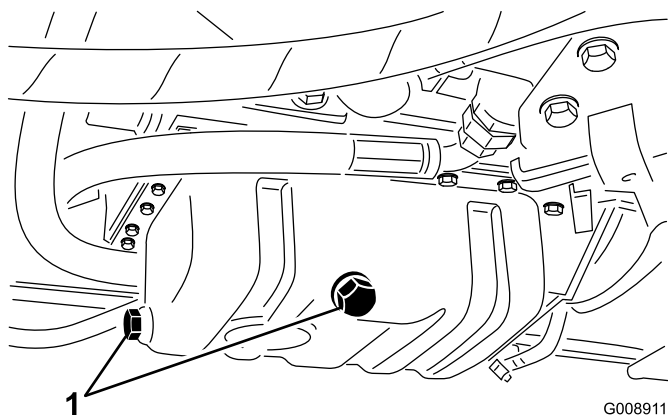

Figura 53
1. Togliete il tappo di spurgo (Figura 53) e lasciate defluire completamente l'olio in una bacinella. Quando l'olio cessa di defluire, montate il tappo di spurgo.